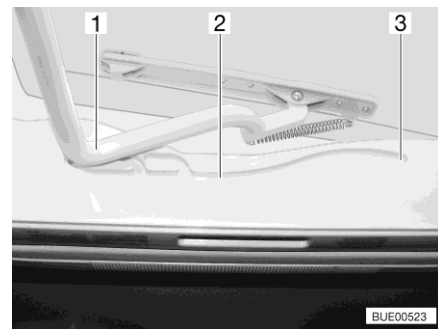

Bild 32 Führung (Heki-Dachhaube)
- Den Bügel (Bild 32,1) in den Führungen (Bild 32,2) bis in die hinterste Position (Bild 32,3) ziehen.
- Den Bügel (Bild 32,1) mit beiden Händen leicht nach oben drücken.
- Den Bügel in den Führungen (Bild 32,2) bis zur gewünschten Stellung ziehen.